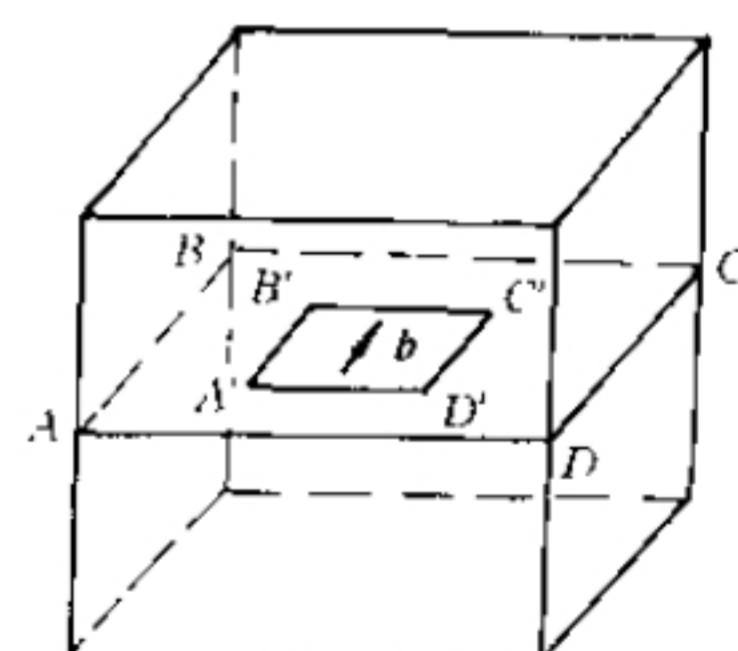

图 1-19 滑移面上的正方形位错环
1.3.16 设图 1-19 所示的立方晶体的滑移面 $ABCD$ 平行于晶体的上、下底面。该滑移面上有一正方形位错环, 如果位错环的各段分别与滑移面各边平行, 其柏氏矢量 $b \parallel AB$ 。